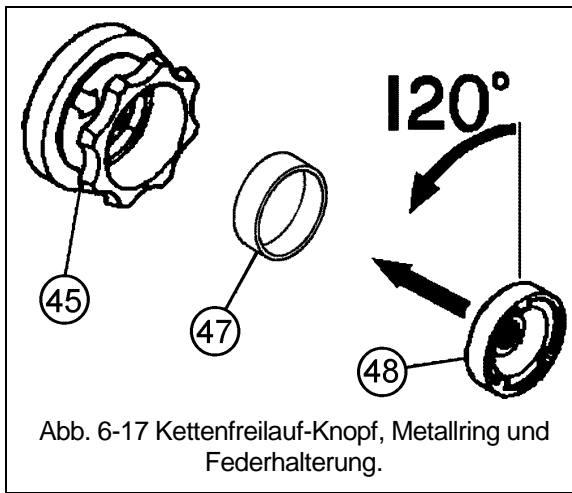

Abb. 6-17 Kettenfreilauf-Knopf, Metallring und Federhalterung.
- 6) Platzieren Sie den Metallring (47) in den Freilauf-Knopf (45) und legen Sie die Federhalterung (48) auf die Ritzelwelle (16). (Siehe Abb. 6-17)
- 7) Befestigen Sie die Federhalterung (48) mit einer Schlitzmutter (49) und sichern Sie die Schlitzmutter mit einem Splint (50).